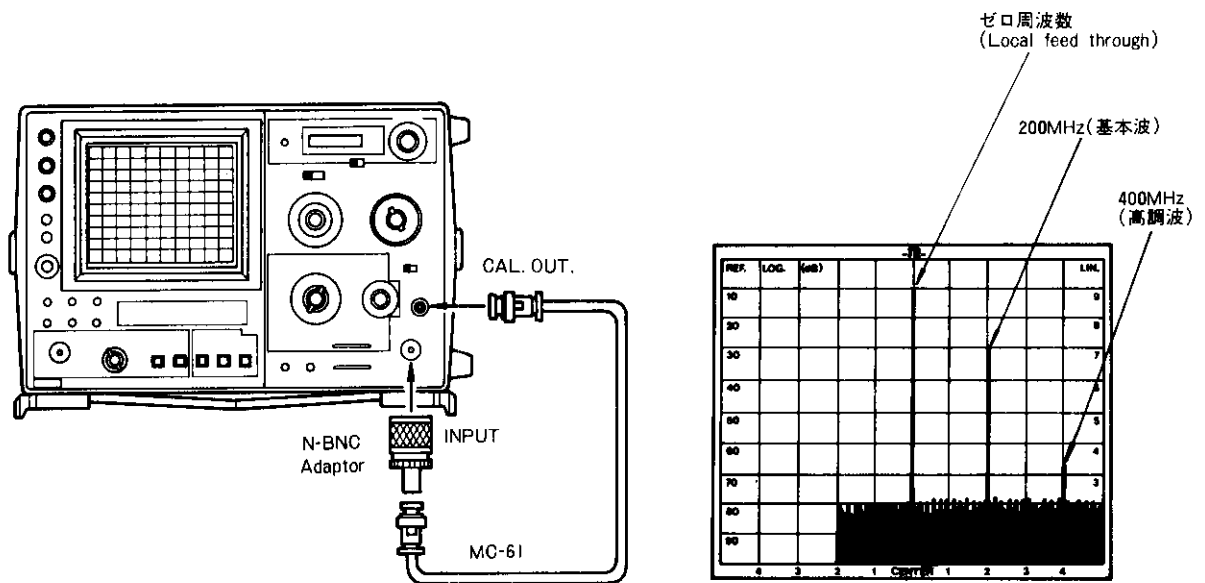

図 3-2 CAL. OUT. 信号の接続とスペクトラム
8. 付属の BNC-BNC ケーブル (**MC-61**) に、N-BNC 変換アダプタを取付け、正面パネルの **CAL. OUT.** コネクタと **INPUT** コネクタを接続します。このとき、CRT ディスプレイは〔図3-2〕のように表示しています。